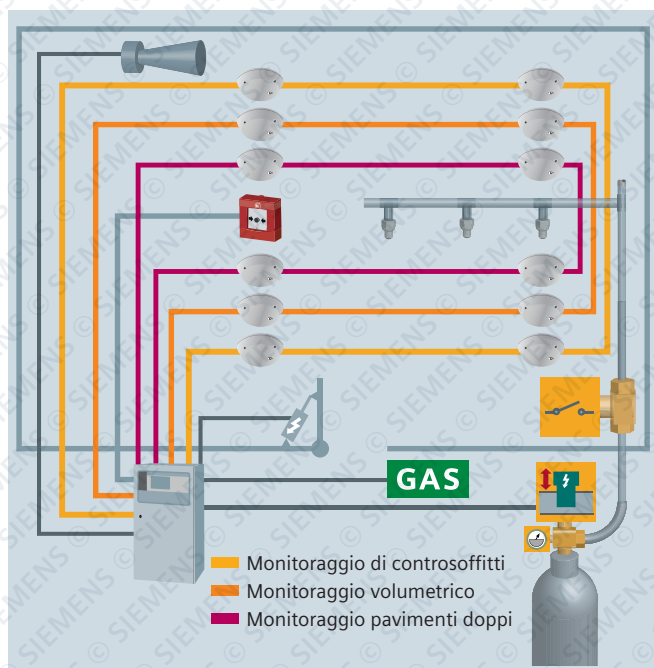

Fig. 10.35: Area di spegnimento con due gruppi di segnalazione supplementari per monitoraggio di pavimenti doppi e controsoffitti
- Utilizzabile per tutte le dimensioni di sistemi di spegnimento con doppia segnalazione, vale a dire che un'attivazione avviene solo se due o più segnalatori danno l'allarme (vedere fig. 10.35)